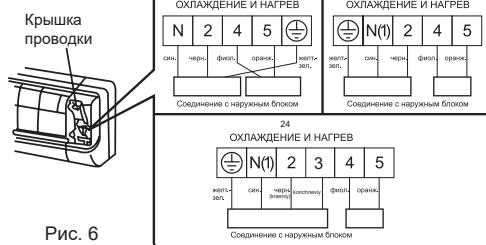

Рис. 6
- Снимите крышку проводки, Рис. 6.